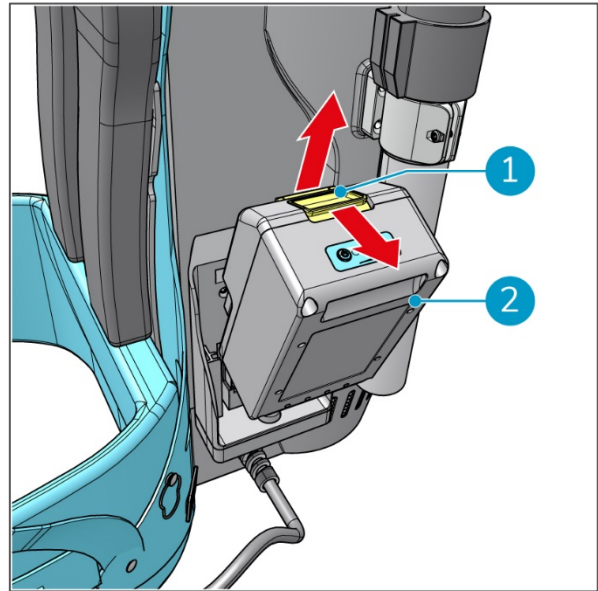

Figura 16
1. Desliza el botón amarillo de la batería (Figura 16, pos. 1) hacia ti para desbloquearla.
2. Extrae la batería (Figura 16, pos. 2).